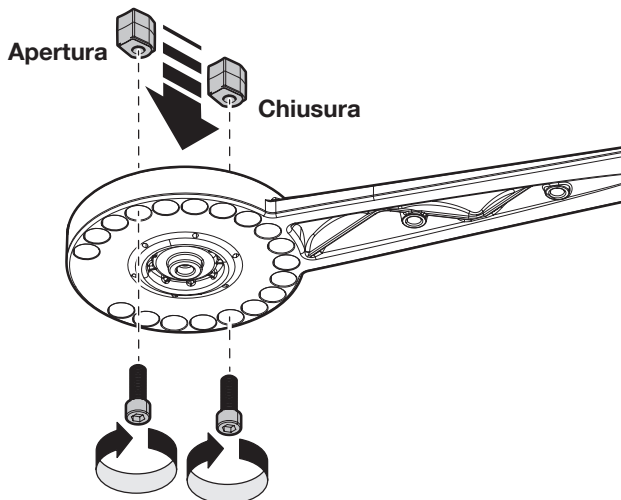

Fig. 15
04. Fissare i finecorsa sul braccio del motore **fig. 15**; questi devono essere installati anche in presenza di battute meccaniche a terra.